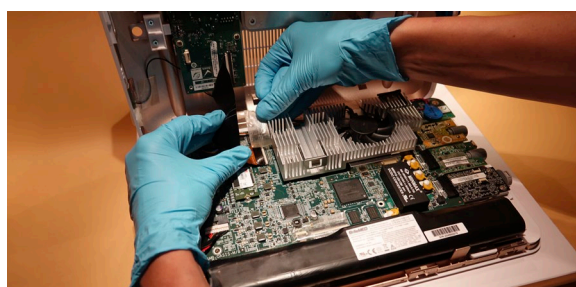

Figura 10 Abrir cuidadosamente a caixa traseira e remover a fita adesiva, se necessário
i) Remover a fita adesiva (Figura 10)